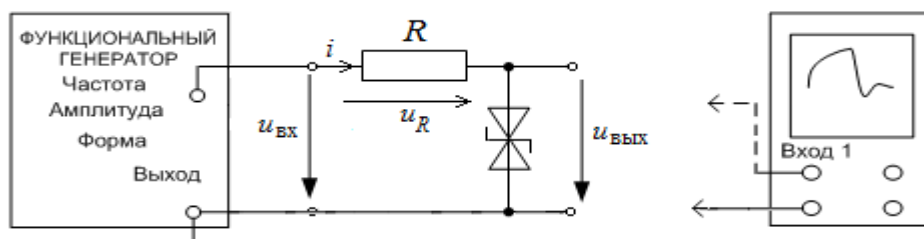

Рис. 2П
8. При каком соотношении действующего значения входного напряжения и напряжения $U_{ст}$ длительность фронта кривой выходного напряжения $u_{вых}(t)$ для схемы на рис. 2П составит $T/16$?